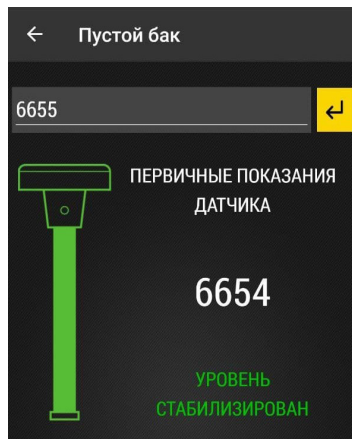

Рис.19. Стабильные показания уровня.
- Дождитесь стабилизации уровня – появится сообщение «Уровень стабилизирован», окрашенный в зеленый цвет (**Рис.19**).